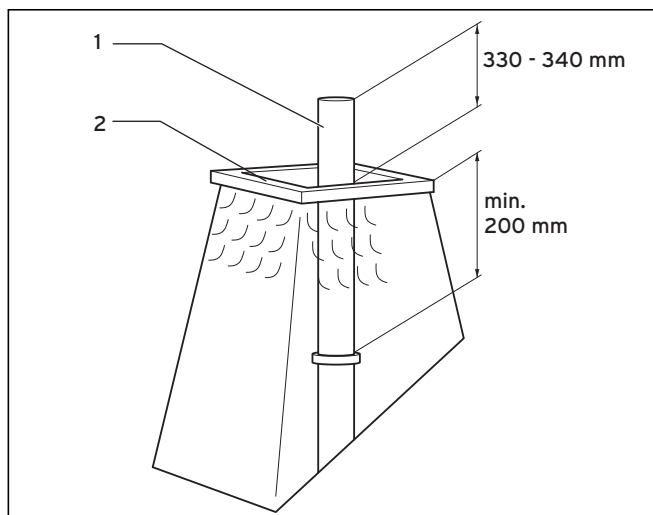

Abb. 4.49 Edelstahl-Rohr kürzen
- Kürzen Sie das Edelstahl-Rohr (1) gemäß Abb. 4.49.
- Dichten Sie den Mündungsrand (2) mit Silikon ab.